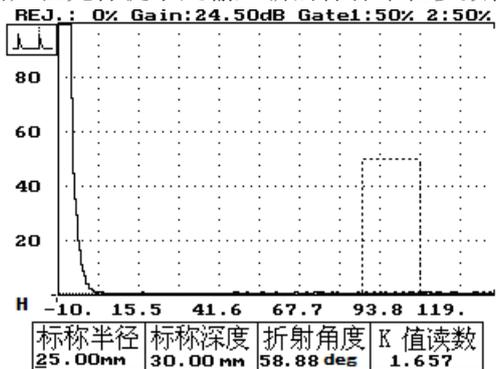

图 11-2
5、按进入键——进入折角校准功能，屏幕显示如图 11-2 所示，同时在标称半径参数下有